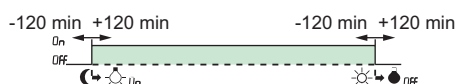

Fig. 5.
- reglarea diferențelor față de ora de apus și/sau de răsărit cu ± 120 min. în funcție de particularitățile locale (munți, clădiri, etc.), (a se vedea Fig. 5).